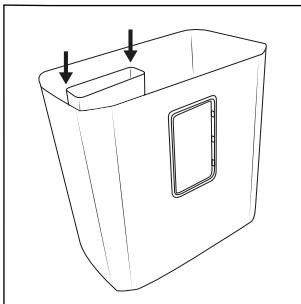

Abb. 1
- ◆ Montieren Sie den kleinen Auffangbehälter **10** im großen Auffangbehälter **12**. Schieben Sie dazu den kleinen Auffangbehälter **10** entlang der Führungsschienen im großen Auffangbehälter **12** nach unten, bis er vollständig eingerastet ist (siehe Abb. 1).
- ◆ Montieren Sie den kleinen Auffangbehälter **10** wieder im großen Auffangbehälter **12** (siehe Abb. 1).